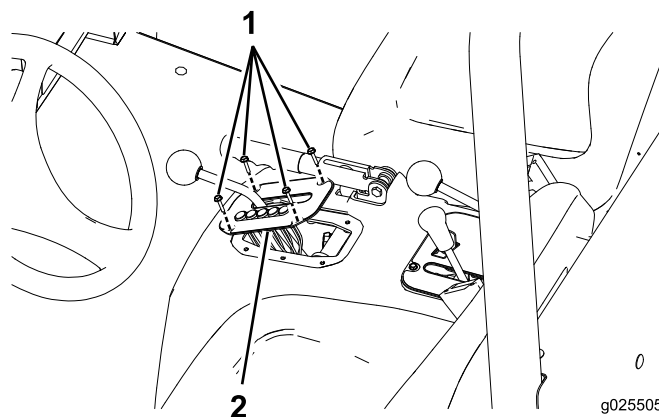

Figura 5
9. Togliete le viti ed estrarre il quadro di comando tra i due sedili (Figura 5).